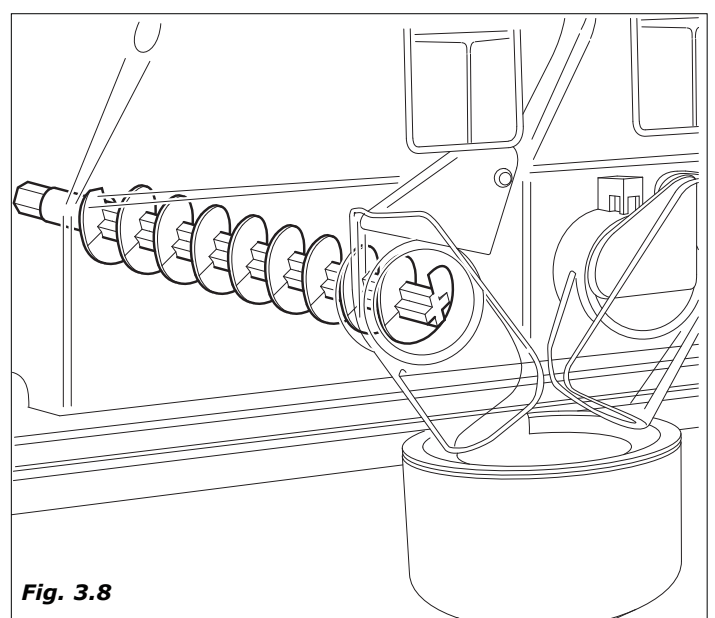

Fig. 3.8
- Le moteur du produit soluble fait tourner la vis sans fin pour délivrer la quantité de poudre programmée dans le mixer. (dans certaines versions, plusieurs produits peuvent être délivrés dans le même mixer)(figure 3.8).